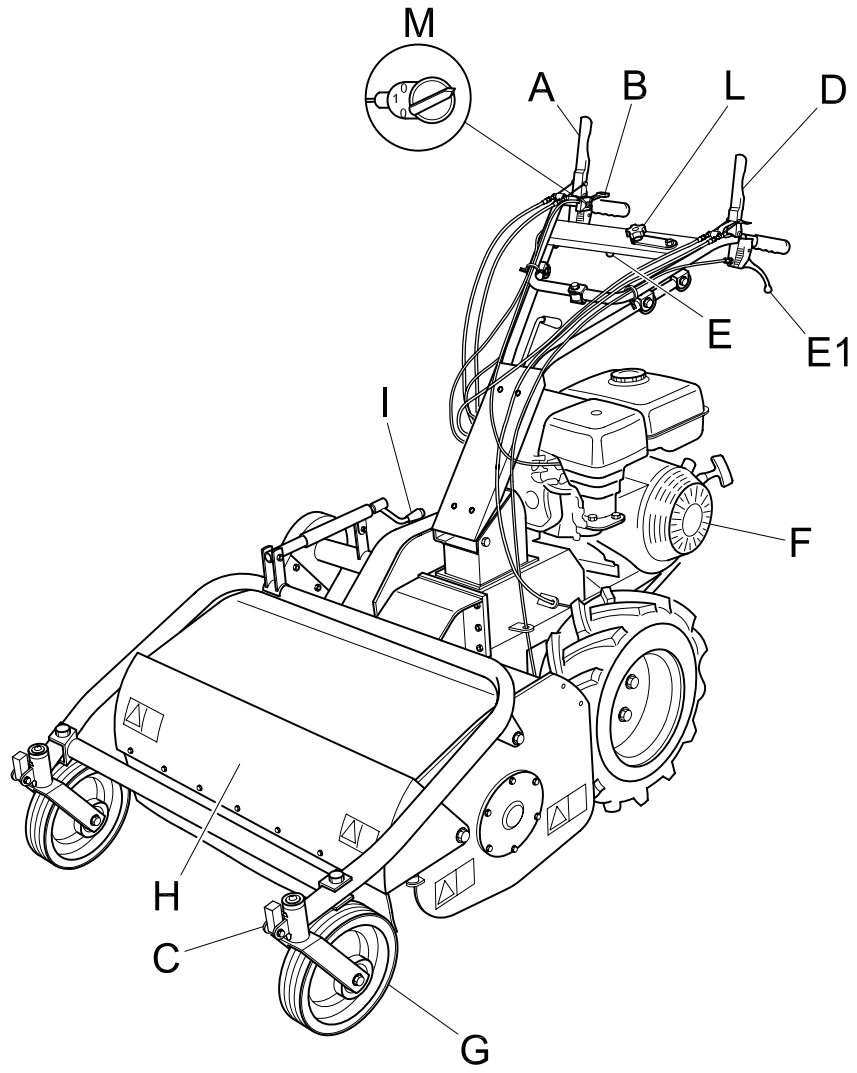
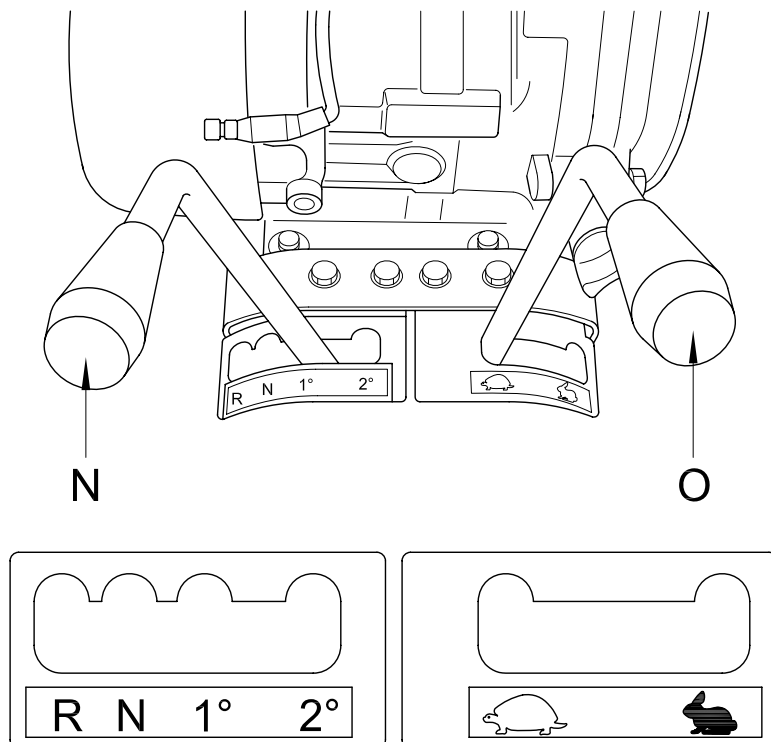

Figure 1
Figure 2
La protection antérieure (Fig. 1 Réf. H) s'ouvre ou se ferme automatiquement en fonction du volume de l'herbe à couper. L'utilisation de la machine est interdite lorsqu'elle est ouverte car cela risquerait de provoquer la projection d'objets.
Ce levier permet de sélectionner la vitesse d'avance de la machine (réduite/rapide). En cas d'utilisation synchronisée de ce levier avec le levier de vitesse (Fig. 2 Réf. N), sa manipulation permet d'obtenir 4 marches avant et 2 marches arrière.
Avant d'actionner le levier de commande de vitesse réduite/rapide(Fig. 2 Réf O), il est nécessaire de positionner le levier de sélection vitesse (Fig. 2 Réf N) en position de point mort . Enclencher la vitesse désirée seulement après.
EN PENTE,UTILISER EXCLUSIVEMENT LA VITESSE REDUITE EN MAINTENANT POUR CELA LE LEVIER DE COMMANDE VITESSE REDUITE/RAPIDE TOUJOURS EN POSITION VITESSE REDUITE (Fig.2, Réf.O)
Vérifier que vous avez correctement sélectionné les positions des leviers (Fig. 2 pos. N et O) et que ces dernières sont solidement en position ; dans le cas contraire, actionner brièvement le levier d'avance (Fig. 1 Pos. A) afin de permettre l'enclenchement parfait de la vitesse. Ceci peut être plus particulièrement utile durant les premières heures de fonctionnement de la machine.
- Avant de démarrer le moteur, vérifier que les deux leviers d'enclenchement (embrayage d'avance - Fig. 1, Réf. A et embrayage lames - Fig. 1, Réf. D) se trouvent en position de désactivation (relâchés) ; le frein est alors automatiquement actionné ; par conséquent, positionner le levier de commande vitesse réduite/rapide au point mort (voir Fig. 2 , ref. N)
- Le couvercle de protection situé devant les lames (Fig. 1, Réf. H) doit toujours être fermé durant l'utilisation de la machine.